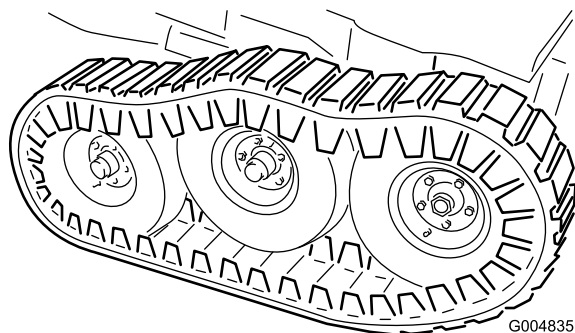

Figura 54
26. Abbassate il martinetto fino a quando le ruote anteriori non sostengono il telaio. Montate le rondelle piane (1/2 poll.) e i dadi di bloccaggio sul prigioniero del perno del carrello (Figura 54) e serrate a una coppia di 102 Nm.